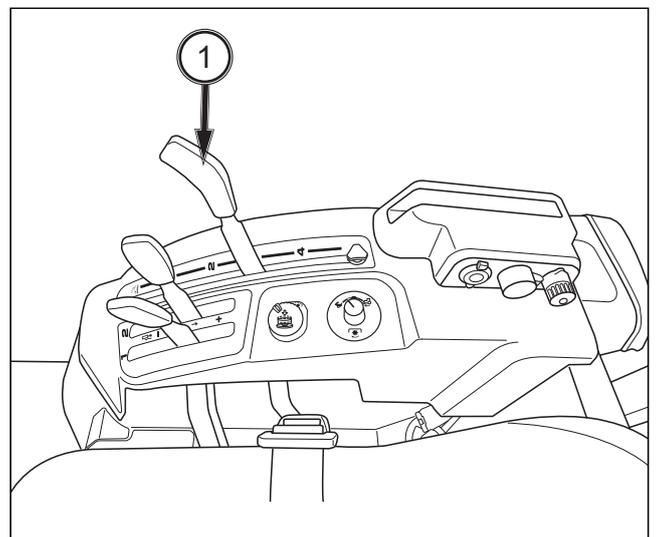

FIG. 96
FIG. 96: Control de posición: mantiene la posición del enganche a una altura constante en relación con el tractor. Cuando la palanca de control de posición del engranaje de 3 puntos (1) se mueve hacia atrás, el enganche (y el implemento) se elevan. Al mover la palanca hacia adelante, el enganche bajará hasta la posición seleccionada. Cada ajuste de la palanca proporciona una posición de enganche (y de implemento) específica.